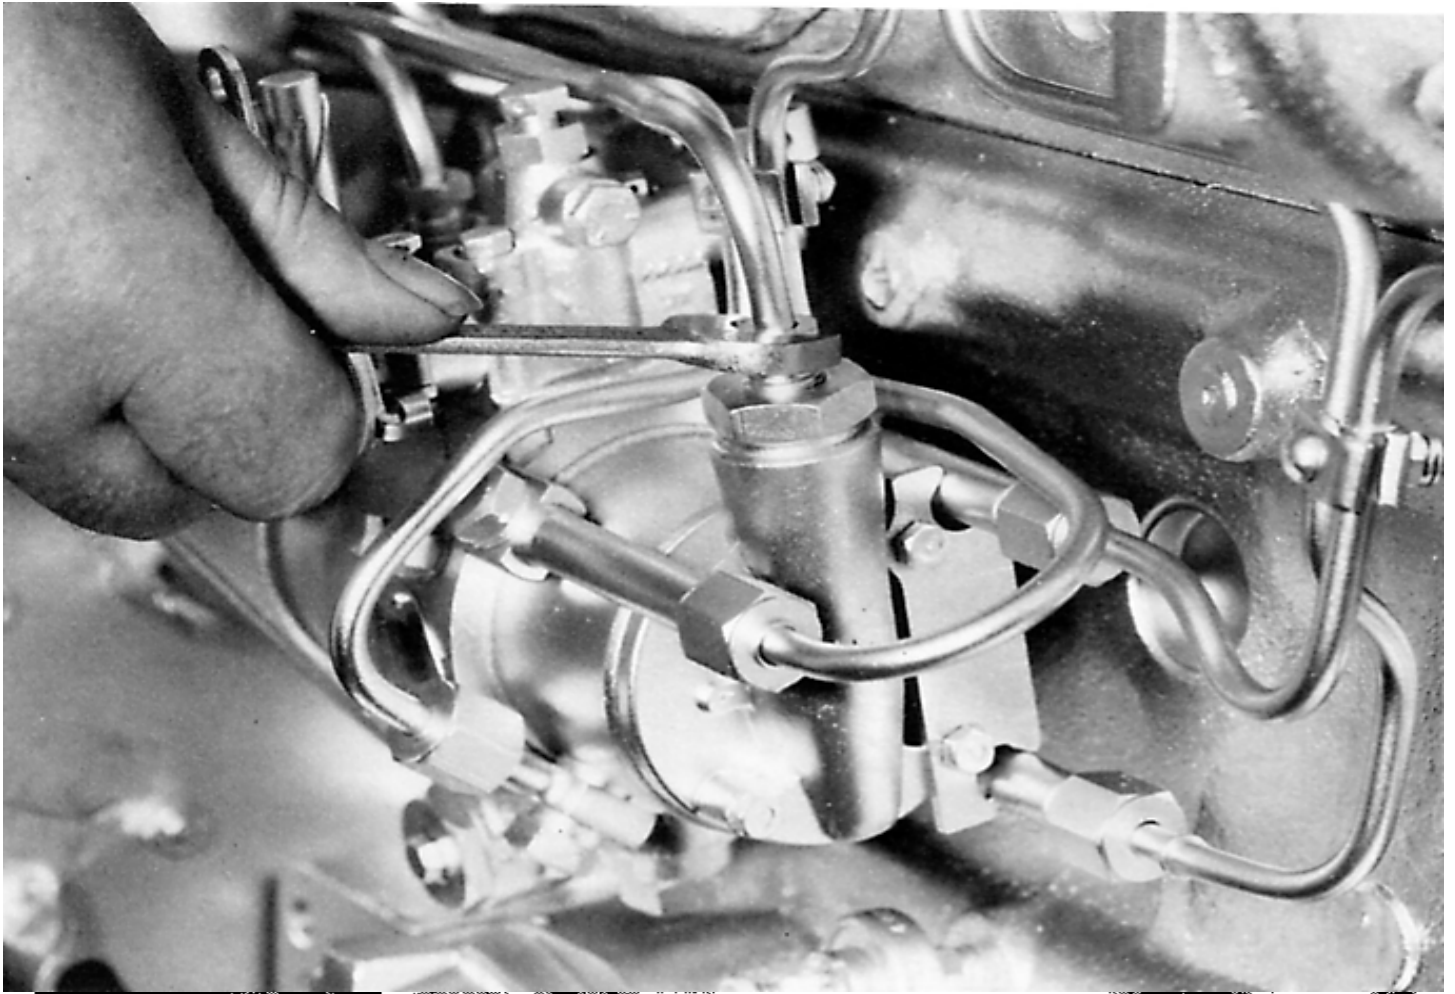

Fig. 22 — Desserrage du raccord d'arrivée de gazole à la pompe d'injection (Purge 4).
- Desserrer le raccord (4) (fig. 22) à l'orifice d'entrée de la pompe d'injection puis actionner le levier de la pompe d'alimentation. Resserrer le raccord dès que ce point est purgé.